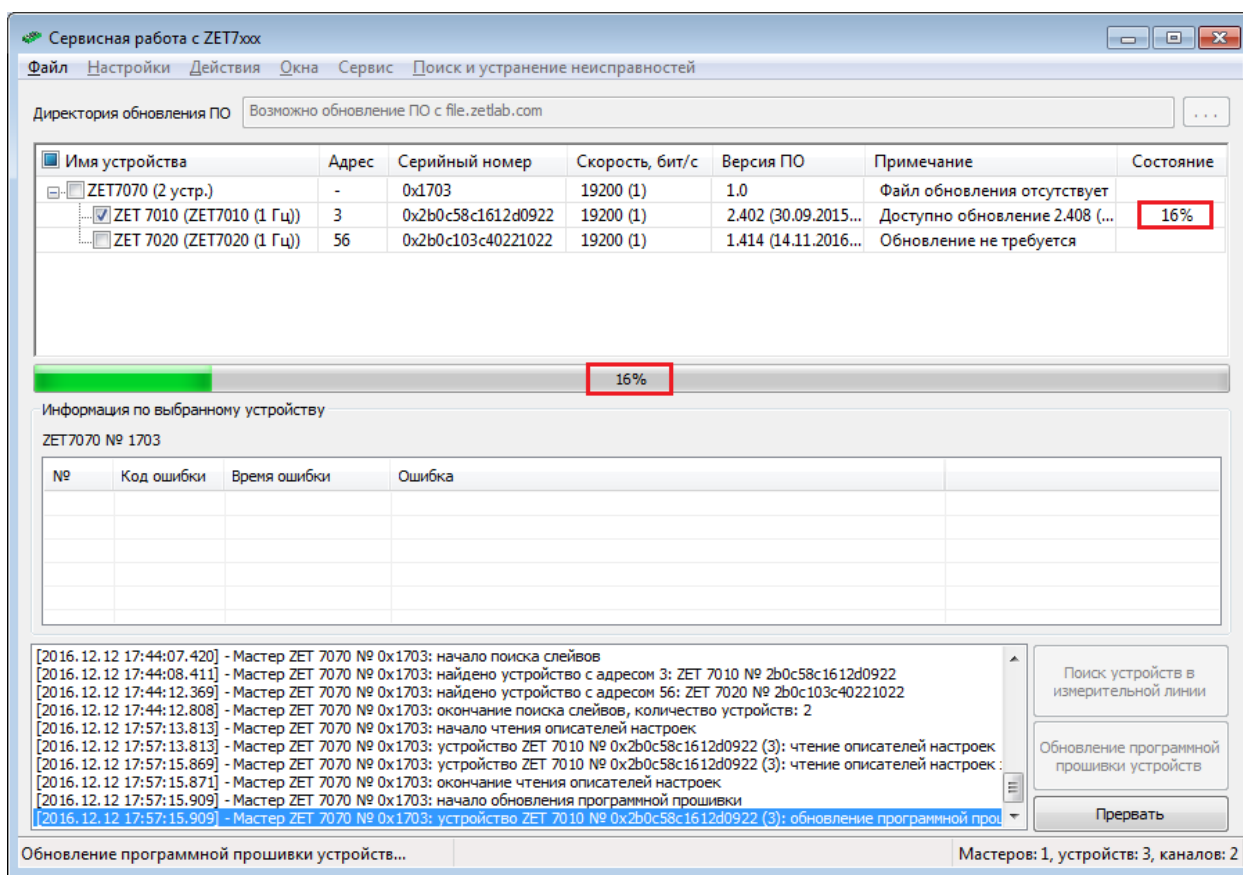

Рис.6.5 Состояние процесса обновления программной прошивки цифрового датчика
5. В столбце «Состояние» отображается текущее состояние процесса обновления программной прошивки (Рис.6.5). Следует дождаться окончания обновления программной прошивки цифрового датчика, и при необходимости следовать инструкциям программы.